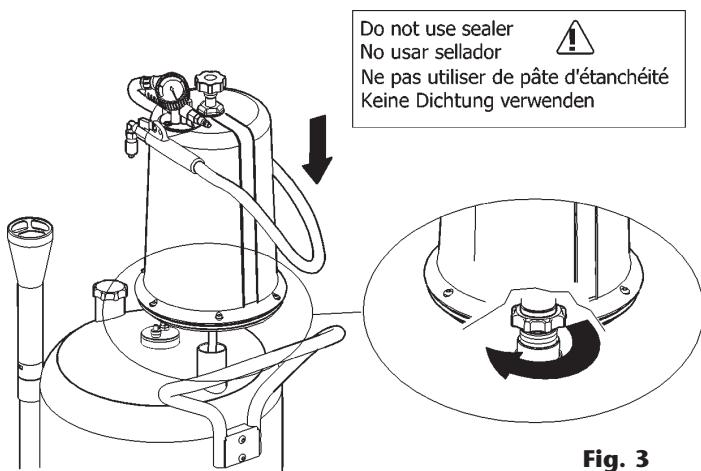

Fig. 3
3. Mount the inspection chamber, tightening it well with the flange. Orientate the chamber as in figure 3.
3. Den transparenten Behälter montieren und dicht mit dem Flansch verbinden. Bild 3.